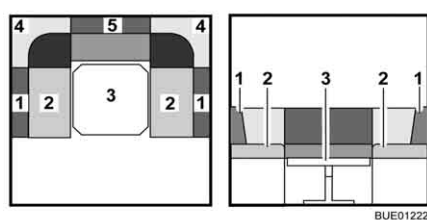

Fig. 99 Pendant la transformation
- Retirer tous les coussins de dossier (Fig. 99,1, 4 et 5) et les placer de côté.